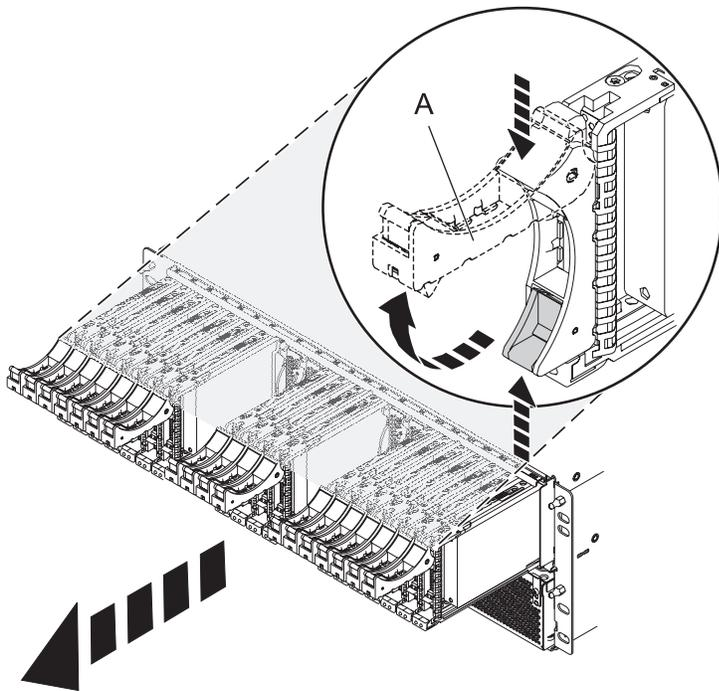

Abbildung 51. Laufwerke aus Rückwandplatine ausbauen
4. Bauen Sie die Laufwerke und Platzhalterelemente aus (siehe Abb. 51).
- a. Drücken Sie die Verriegelung des Laufwerks zusammen und ziehen Sie den Griff (A) zu sich hin, um das Laufwerk zu entriegeln.